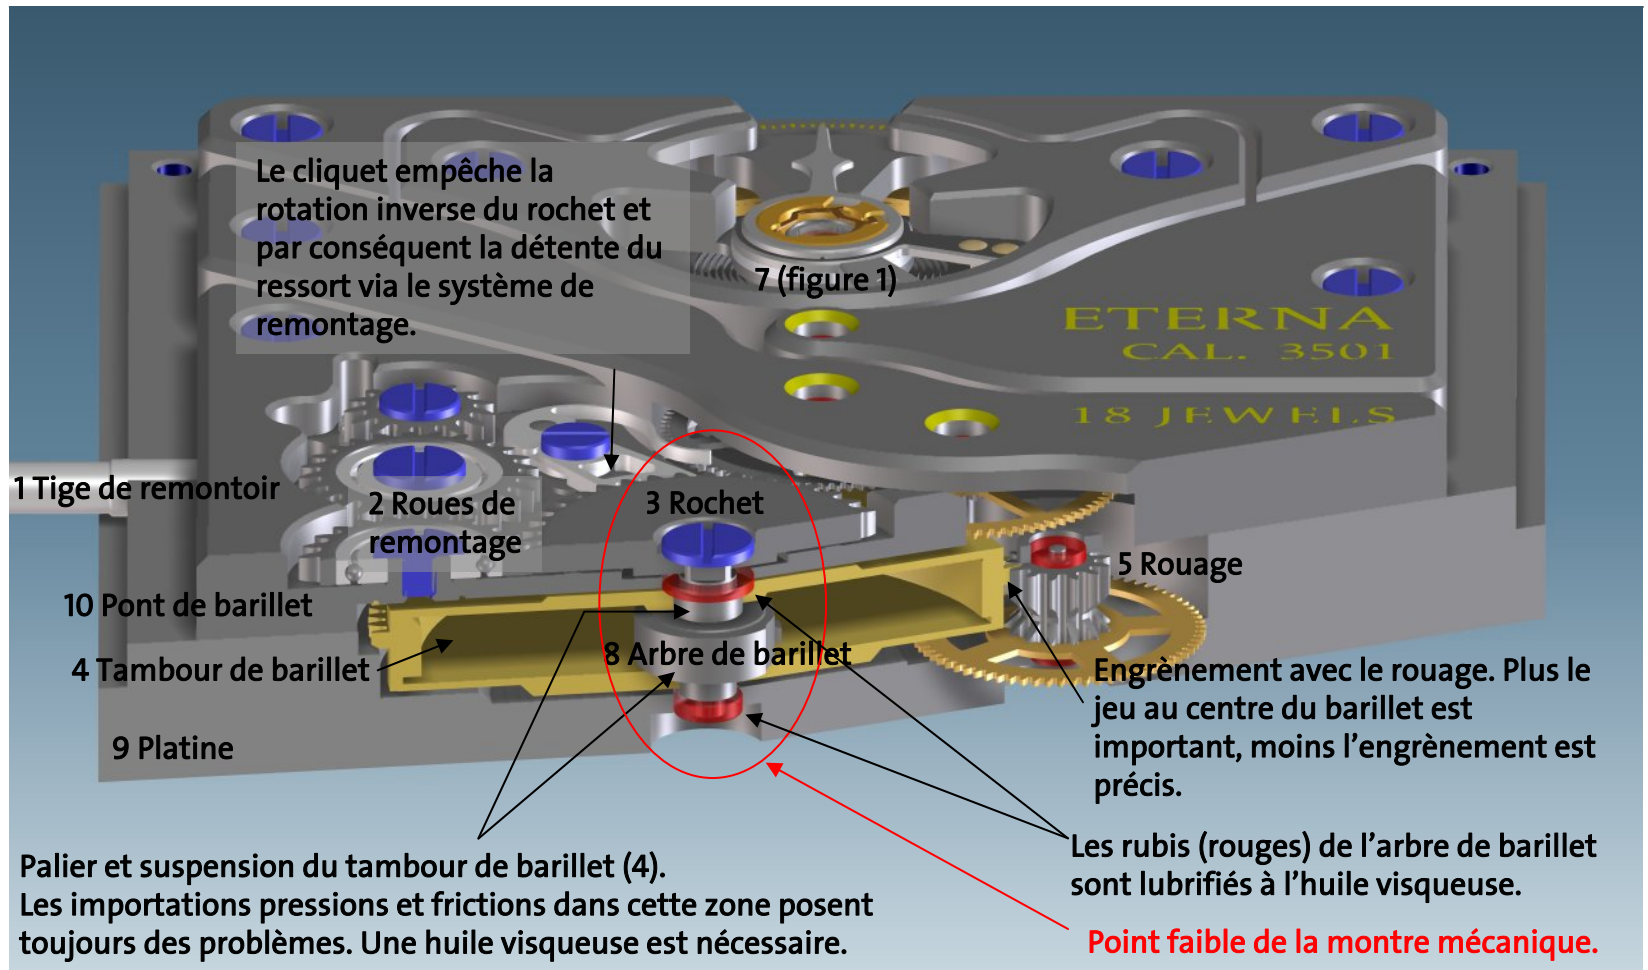

Figure 2
Description de la figure 2
Via les **roues de remontage (2)** et le **rochet (3)**, l'**arbre de barillet (8)** bande le ressort (non représenté en figure 2) à l'intérieur du **barillet (4)**. Avec cette construction classique, l'**arbre de barillet (8)** possède une seconde fonction. Il sert non seulement d'axe de remontage du ressort mais aussi de suspension ou de palier du tambour de barillet (voir partie jaune (4)).